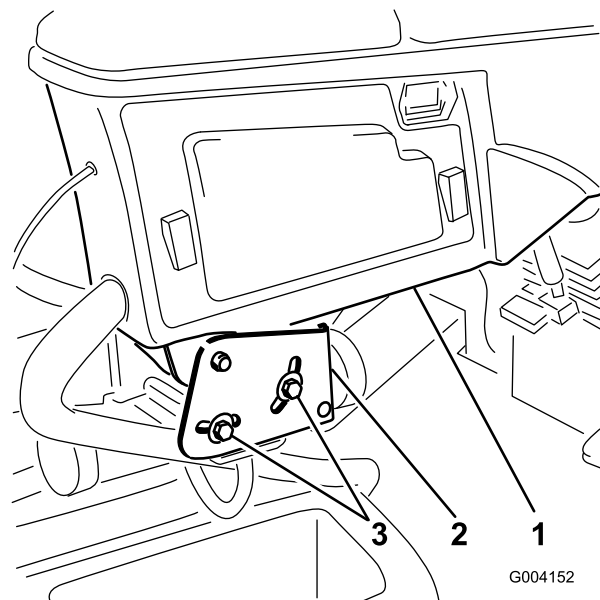

図 3
1. コントロールアームをリテーナブラケットに固定している2本のボルトをゆるめる (図 3)。